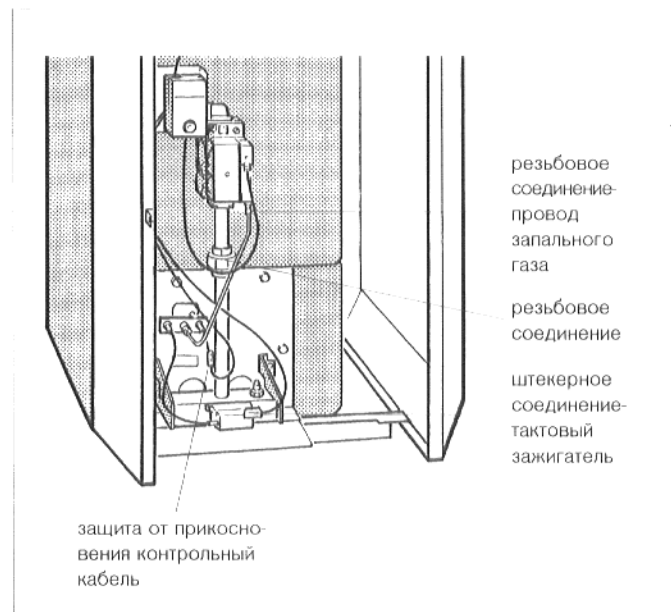

Рис. 42: газовая горелка
- Ослабить резьбовое соединение запального провода у арматуры (рис. 42).
- Отделить газовую горелку от арматуры (рис. 42).
- Устранить защиту от прикосновений у контрольного провода (рис. 42) и разъединить штекерное соединение.
- Снять штекерное соединение у зажигателя (рис. 42).